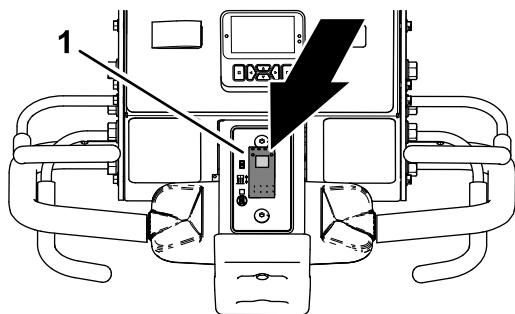

図 82
1. 降下コントロールスイッチ **図 82** の上部を押して 遅延あり降下位置にする。